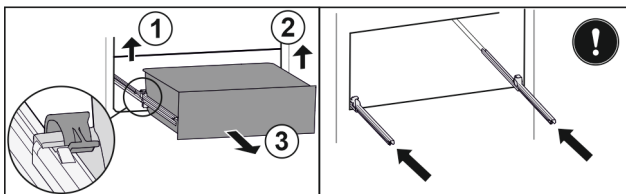

Fig. 121
- ▶ Emelje fel a bal oldali kapcsot, és ezzel egyszerre húzza előre a fiók bal oldalát. Fig. 121 (1)
- ▶ Emelje fel a jobb oldali kapcsot, és ezzel egyszerre húzza előre a fiók jobb oldalát. Fig. 121 (2)
- ▶ Vegye ki a fiókot előre felé. Fig. 121 (3)